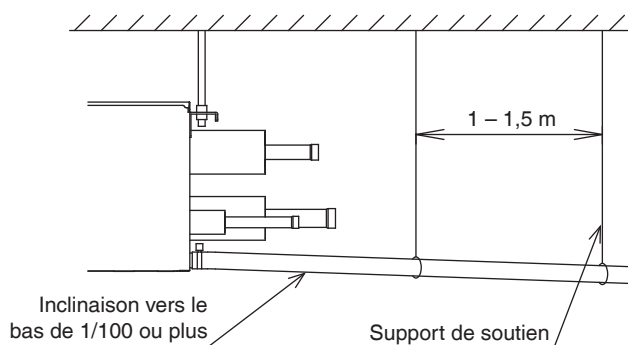

Fig. 4
- Utilisez un bout de tuyau court et acheminez-le en l'inclinant de 1/100 ou plus vers le bas, de manière que l'air ne s'accumule pas dans le tuyau. (**Reportez-vous aux Fig. 4 et 5.**)
- Installez les supports de soutien à des intervalles de 1 à 1,5 m de manière que le tuyau ne s'affaisse pas. **(Reportez-vous à la Fig. 4.)**